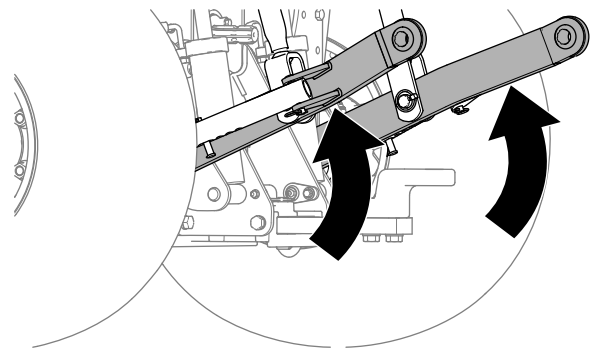

図 11
4. 3点ヒッチの下部リンクを一番高い位置まで上げる 図 11。